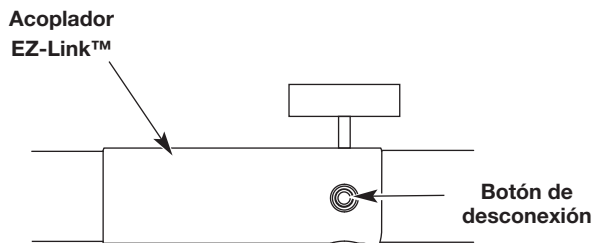

Fig. 2
2. Oprima y sostenga el botón de desconexión (Fig. 2).